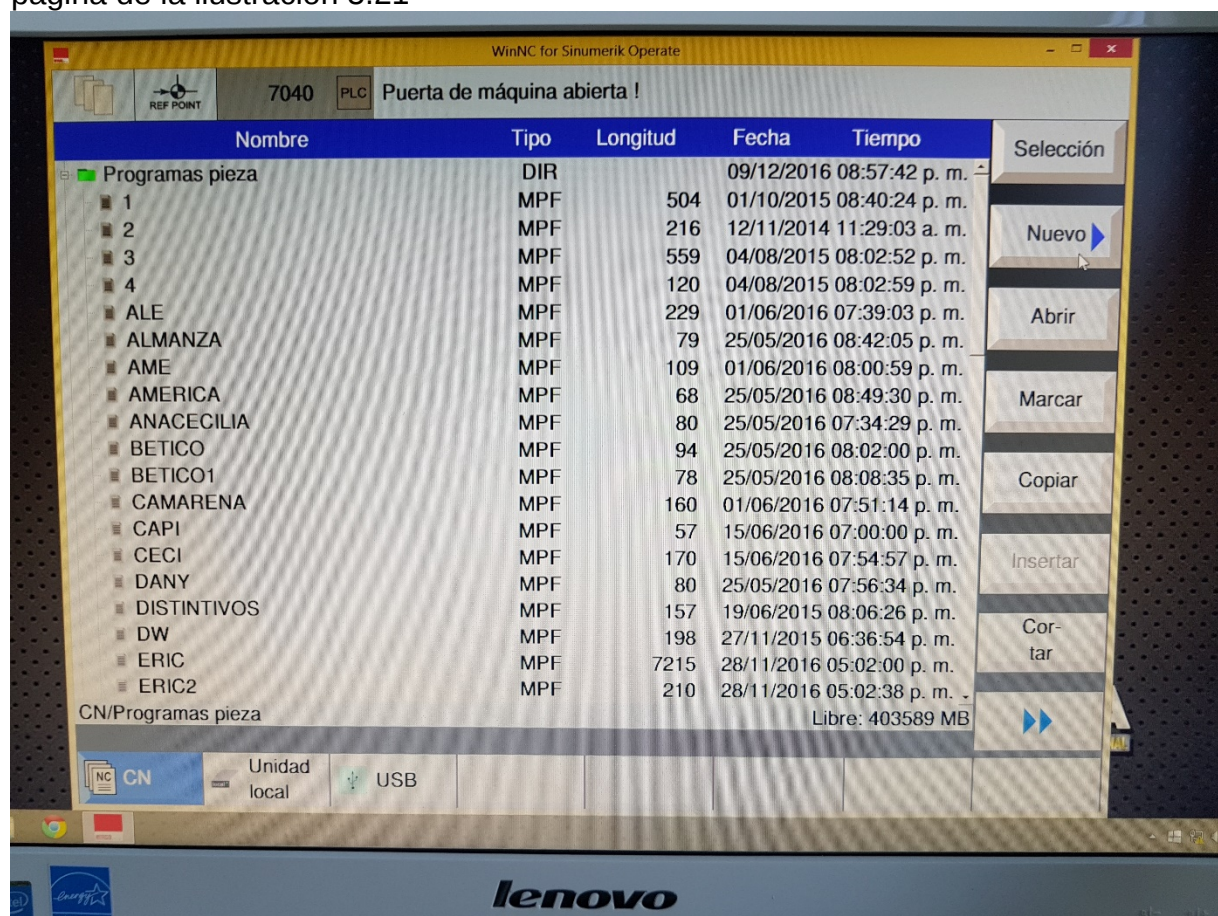

Ilustración 5.21
- a. Para esto presionar el botón programas  , aparecerá la pantalla de programas (ilustración 5.21).